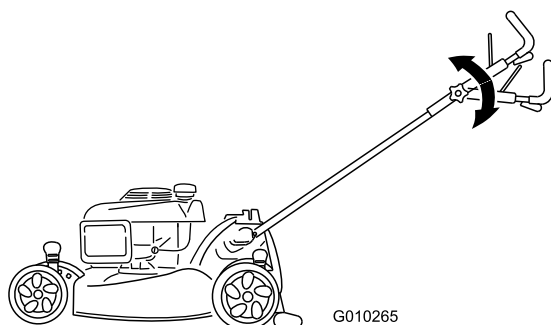

Figura 16
- Mueva el manillar superior a la posición deseada (Figura 16).